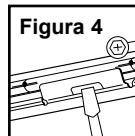

Figura 4
Paso 2. Deslice el marco a lo largo de las barras colgantes hasta el lugar deseado. Usando los tornillos o la ranura de fijación para asegurar (Figura 4).